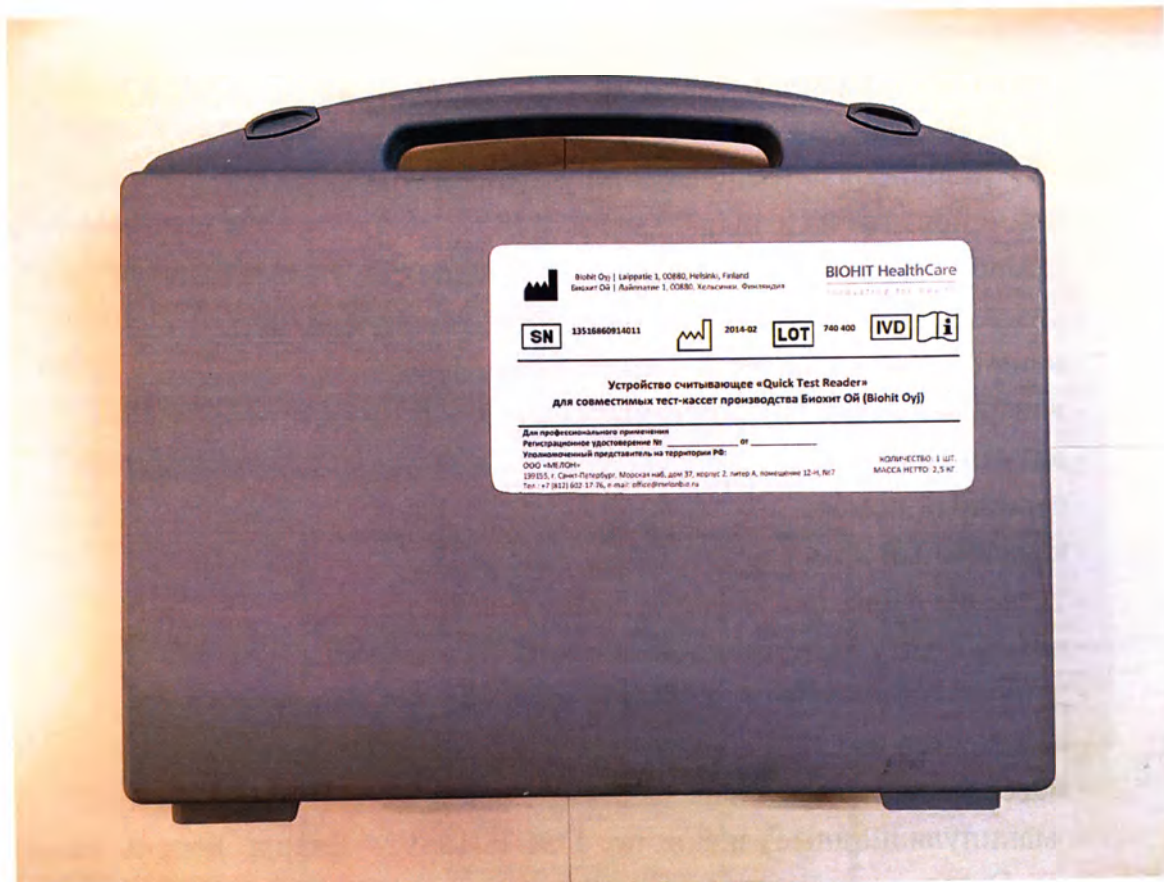

Рисунок 2. Транспортный кейс устройства
4.6.1 Устройство и его комплектующие поставляется в транспортном кейсе (рис. 2, 3).